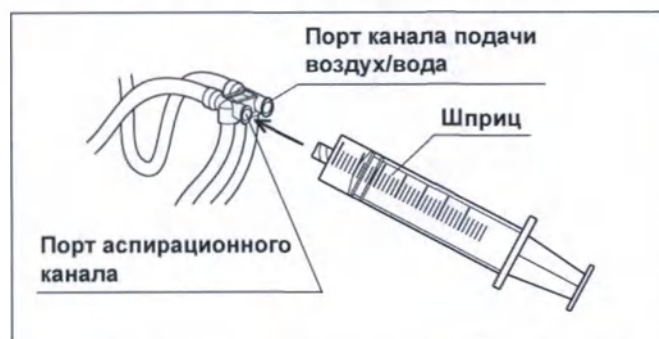

Рисунок 6.15
- 1** Присоедините шприц к порту аспирационного канала инъекционной трубки. (См. рис. 6.15)
- 6** Присоедините шприц к порту аспирационного канала инъекционной трубки. (См. рис. 6.15)